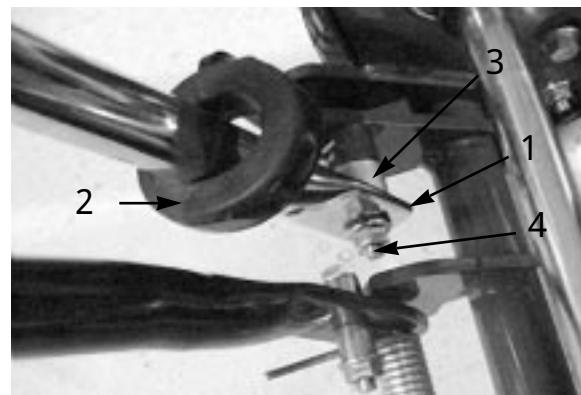

図4
2. ハンドル・サポート・アームの溝にハンドルを差し込む（図4）
4. フランジ・ロックナットを使って、ハンドルをキャップスクリュとピボット・ピンに固定する（図4）